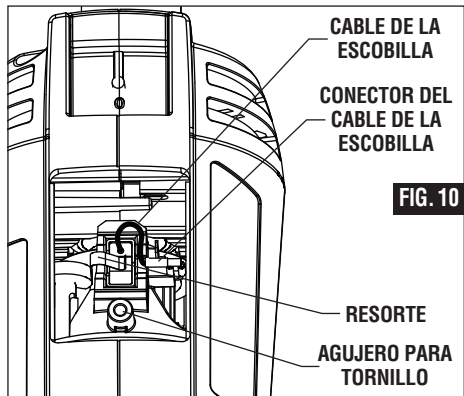

FIG. 10
4. Para quitar la escobilla, debe tirar hacia atrás del resorte que sujeta la escobilla en su sitio. Utilizando unos alicates de punta fina, tire cuidadosamente hacia atrás del extremo del resorte de la escobilla y póngalo a un lado de la escobilla, cerca del agujero para el tornillo de la puerta de la escobilla. Una vez que haya movido el resorte, usted podrá quitar la escobilla tirando del conector del cable de la escobilla (Fig. 10). Tenga cuidado de no golpear el resorte de la escobilla ni dañar el conector del cable de la escobilla. Tome nota de qué lado de la herramienta se ha quitado la escobilla.